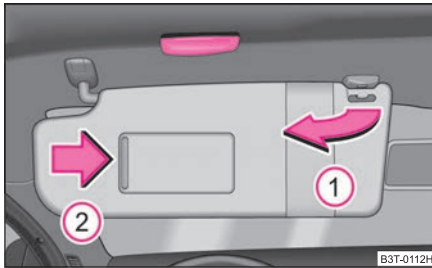

Abb. 55 Sonnenblende:
Die Sonnenblende für den Fahrer bzw. Beifahrer können Sie aus der Halterung herausziehen und zur Tür in Pfeilrichtung ① ⇒ Abb. 55 schwenken.